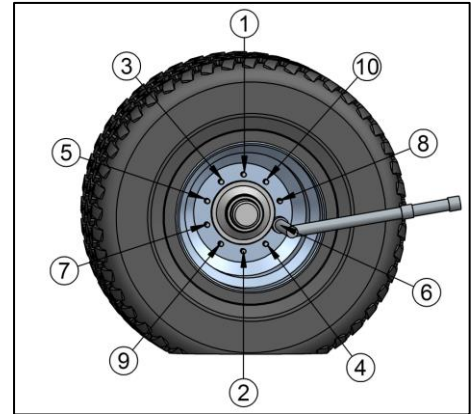

Bild 135: Radmuttern
Soll das Schneidwerk (Bild 135 / Pos. 1) justiert werden, muss wie folgt vorgegangen werden:
- Schwenken Sie das Schneidwerk (Bild 135 / Pos. 1) mittels der maschinenseitigen Steuerung komplett aus.
- Lösen Sie die Kontermutter (Bild 135 / Pos. 2) auf der einzustellenden Seite des Schneidwerks (Bild 135 / Pos. 1).
- Stellen Sie die Schraube (Bild 135 / Pos. 3) durch Reindreihen oder Rausdrehen ein.
- Schwenken Sie das Schneidwerk (Bild 135 / Pos. 1) mittels der maschinenseitigen Steuerung komplett ein.
- Ziehen Sie die Kontermuttern (Bild 135 / Pos. 2) wieder fest an.